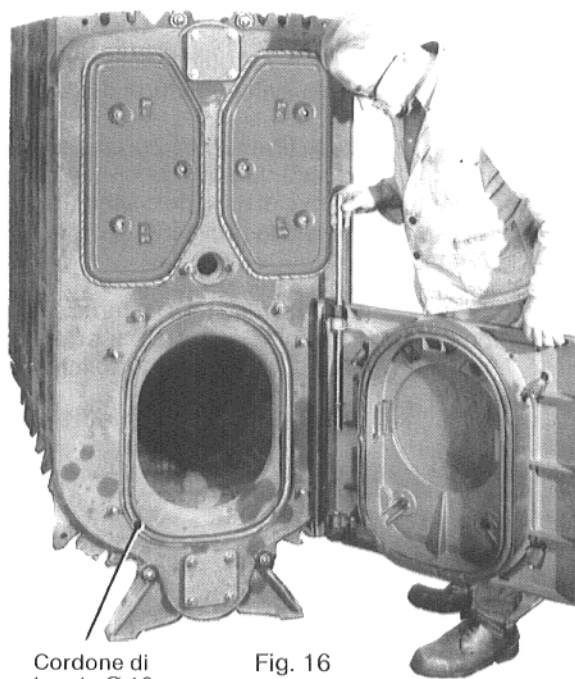

Fig. 16
All'immissione dei cordoni di tenuta in amianto nelle scanalature osservare che gli stessi siano rigirati solo mollemente (Fig. 16).
**Perno** introdotto da sopra fino a metà, quindi inserire rondella e copiglia, aprire la copiglia (Fig. 16) e spingere il perno fino alla battuta.